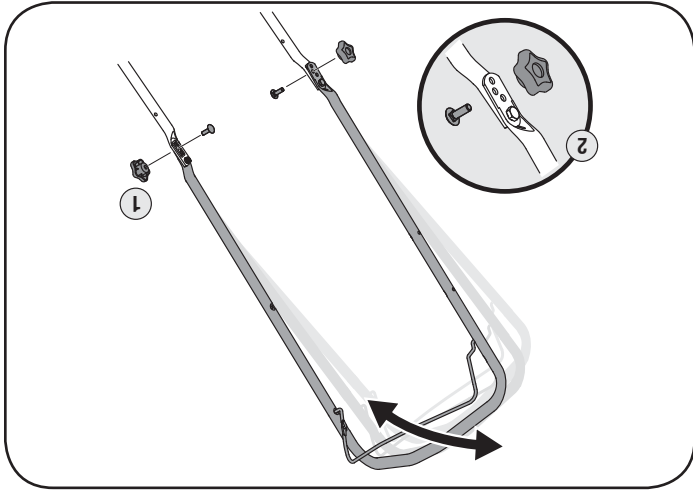

Figure 11
1. Retirez les écrous à oreilles et les boulons ordinaires du guidon. Voir la Figure 11.
2. Choisissez la position la plus confortable parmi les trois positions possibles. Voir le détail de la Figure 11.